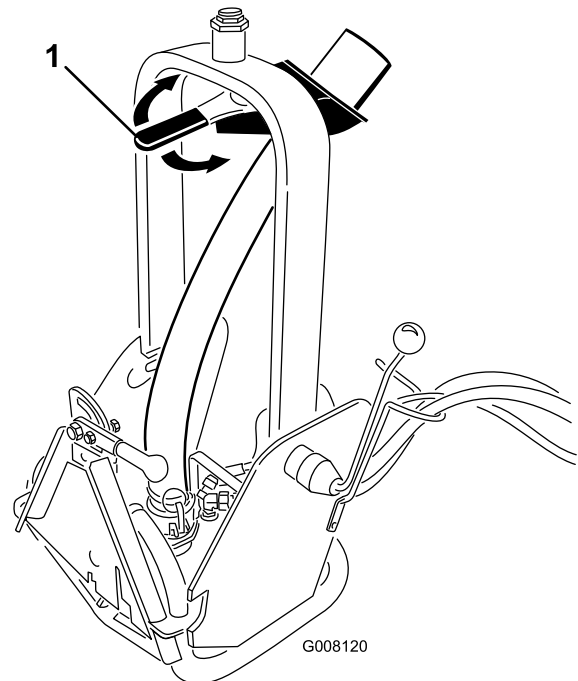

Figura 7
2. Para ajustar la dirección del caudal, gire la palanca de la boquilla (Figura 7) a la posición deseada.
Nota: Puede aumentarse o reducirse la resistencia de la palanca de la boquilla (Figura 7) apretando o aflojando la tuerca grande situada en la parte superior de la torreta pivotante.